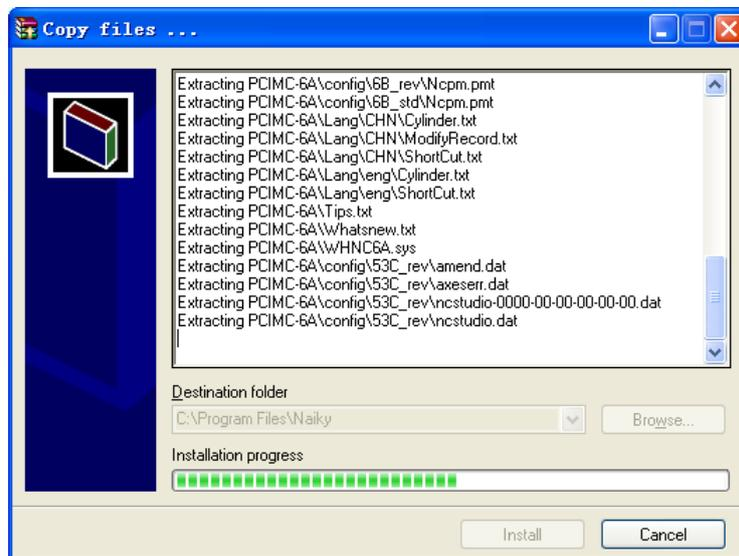
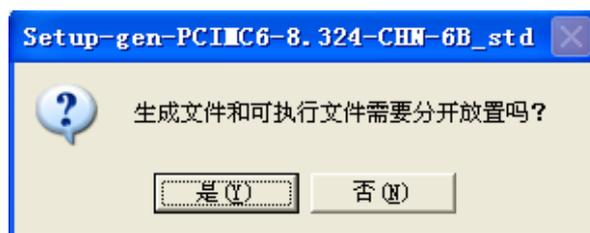

图 2-4 软件安装界面
图 2-5 是否将生成文件和可执行文件分开放置（推荐操作：否）
- 6) 安装开始，NcStudio 系统将被默认安装到 C:\Program Files\Naiky 目录下，进度条将显示安装进程，如图 2-4 所示。安装完毕，界面提示生成文件和可执行文件是否分开放置，如图 2-5，推荐操作为【否】，之后将提示是否关闭计算机（方便用户安装控制卡），推荐操作为【是】，如图 2-4 所示。